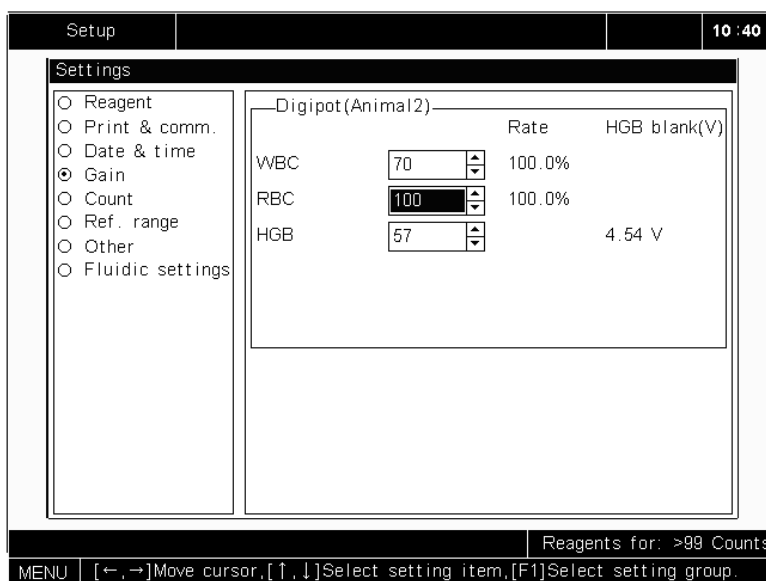

Abbildung 5-20 Einstellen der RBC-Schwelle
35. **WÄHLEN** Sie **“RBC” AUS**, wie in Abbildung Abbildung 5-20 dargestellt;